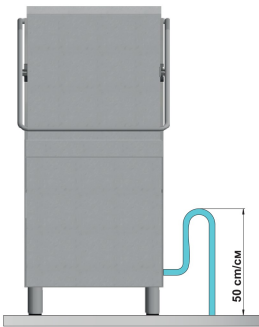

Fig. 1
**Capot:** Connecter le tuyau d'évacuation en sortie, fournit avec la machine, placé en bas sur le côté (à la droite ou la gauche - voir Fig. 1).
Faire attention que l'eau puisse couler librement (il faut donc donner un minimum d'inclinaison) Si l'eau ne peut pas être vidangée à un niveau inférieur à l'écoulement de la machine, il est conseillé d'installer une pompe de vidange. Celle-ci peut être fournie sur commande. L'hauteur MAXIMUM de vidange permise est de cm. 50 (voir Fig. 1).
**Lave-objets:** Brancher le tube d'évacuation, fourni avec la machine, au raccord coudé placé sous la cuve (voir Fig. 1).
Faire attention que l'eau puisse couler librement (il faut donc donner un minimum d'inclinaison) Si l'eau ne peut pas être vidangée à un niveau inférieur à l'écoulement de la machine, il est conseillé d'installer une pompe de vidange. Celle-ci peut être fournie sur commande. L'hauteur MAXIMUM de vidange permise est de cm. 31 (voir Fig. 1).